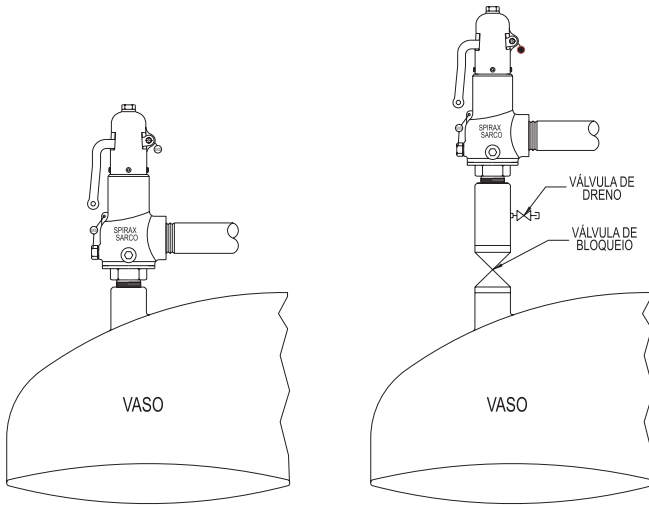

Figura 03
- As Válvulas de Segurança devem ser instaladas na posição vertical em pé ( $\pm 1^\circ$ ) diretamente sobre o equipamento protegido, em uma tubulação de diâmetro nominal igual ou maior que diâmetro de entrada das válvulas, e de comprimento não superior as dimensões de face a face de um tê-padrão da classe de pressão aplicável. Deve-se evitar cantos vivos nos trechos desta tubulação (Figura 03).